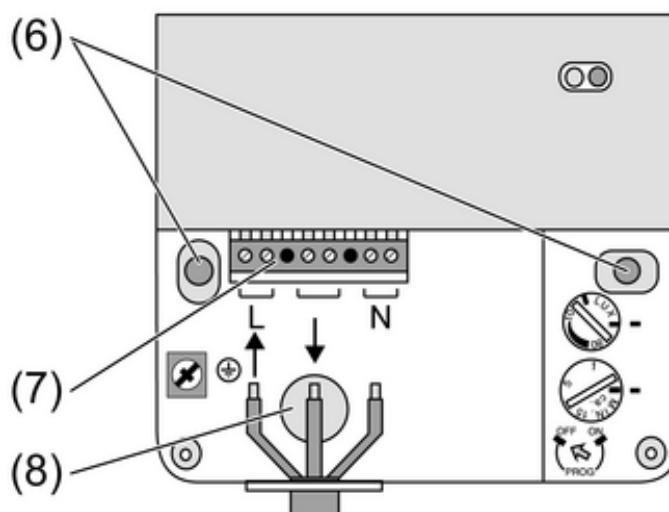

Bild 3: Montage Leistungsteil
- Gegebenenfalls Leitungseinführung (8) durchstoßen für Unterputz Leitungsverlegung (Bild 3).
- Leistungsteil mit zwei Schrauben (6) befestigen.
- Leitungen ins Gehäuse führen und an den Klemmen (7) anschließen (siehe Leistungsteil anschließen).